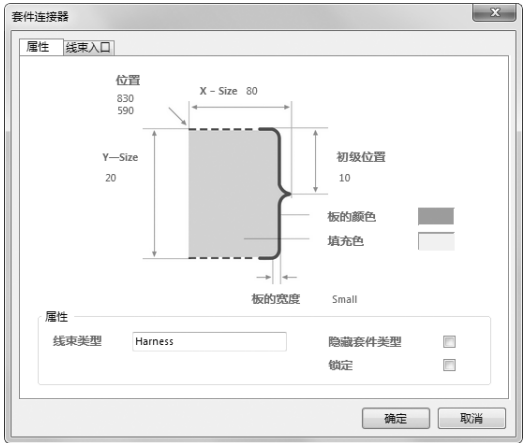
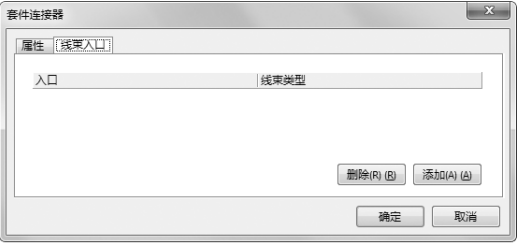

图 3-35 “套件连接器”对话框
图 3-36 “线束入口” 选项卡
(3) 设置线束连接器的属性。双击总线或在光标处于放置总线的状态时按〈Tab〉键，弹出如图 3-35 所示的“套件连接器”对话框，在该对话框中可以对线束连接器的属性进行设置。
单击图 3-35 中的“线束入口”标签，弹出“线束入口”选项卡，如图 3-36 所示。